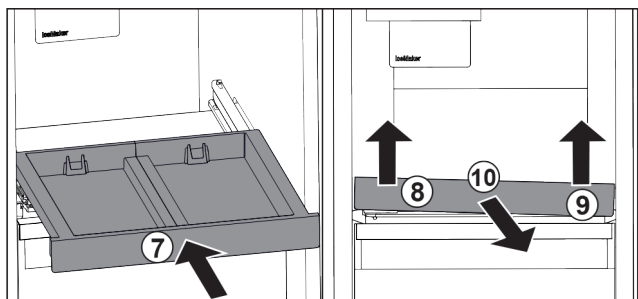

Fig. 27
- ▶ Uitschuifpateau erin schuiven. Fig. 27 (7)
- ▶ Uitschuifpateau linksvoor optillen. Fig. 27 (8)
- ▶ Uitschuifpateau rechtsvoor optillen. Fig. 27 (9)
- ▶ Uitschuifpateau er naar voren uitnemen. Fig. 27 (10)